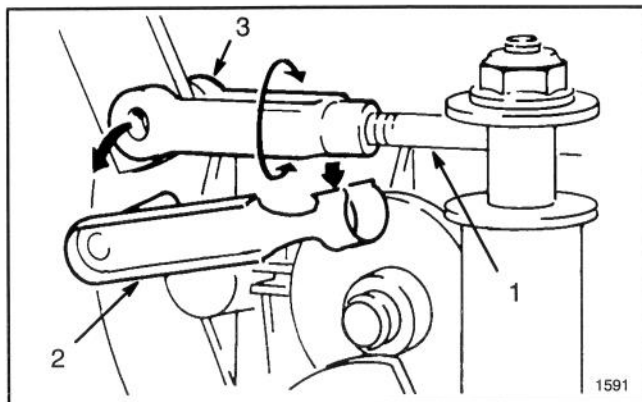

Figure 20
14. Chercher l'extrémité de la tige d'embrayage de la lame, du côté gauche de la transmission (Fig. 20). Retirer la pièce de retenue de la chape et visser ou dévisser la chape pour raccourcir ou allonger la tige jusqu'à ce que l'écart entre la courroie et la poulie de renvoi soit correct.